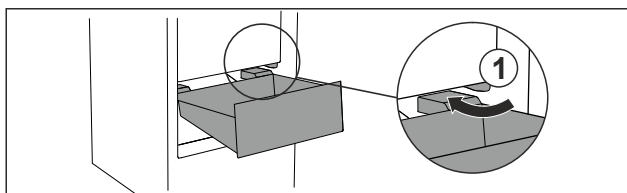

Fig. 81
- Lade schuin rond de stoppers Fig. 81 (1) leiden.